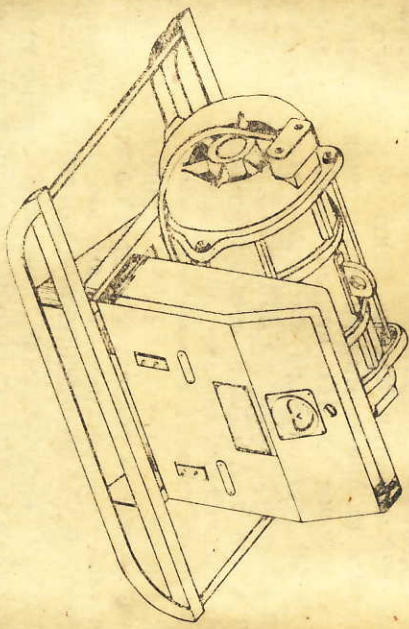

Рис. 7
4.3. Блок преобразователя (рис. 7) и блок питания (рис. 8) включают в себя преобразователь частоты тока и шит приборов, смонтированные на легкой переносной раме.